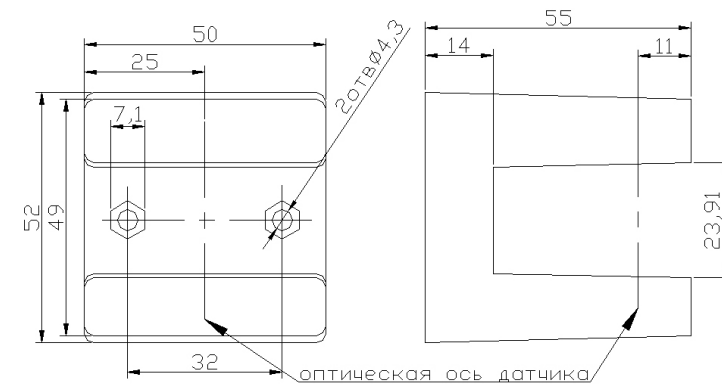

Рис. 2 Габаритные и присоединительные размеры датчика
2.13. Крепление датчика на основании производится с помощью двух винтов М4 (поставляются вместе с датчиком) через отверстия в корпусе, имеющие шестигранные пазы под гайку М4 (Рис.2).
6.2. Установку датчика осуществлять в соответствии с рис. 2